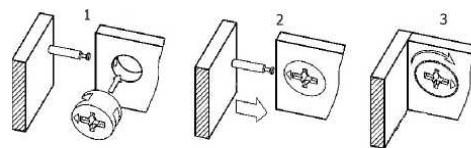

Рис. 4 - Соединение эксцентриковой стяжкой
- Соедините щиты жесткости (10-502 мм, 11-511 мм) и брусок жесткости (12-502 мм, 13-511 мм) с перегородкой (6,7) завернув эксцентрики (Рис.4).
- К цокольным брускам (1), нижнему щиту (2), крышке (5), щитам жесткости (10-502 мм, 11-511 мм), бруску жесткости (12-502 мм) присоедините боковые стенки (3,4) на шканты, завернув эксцентрики (Рис.4).